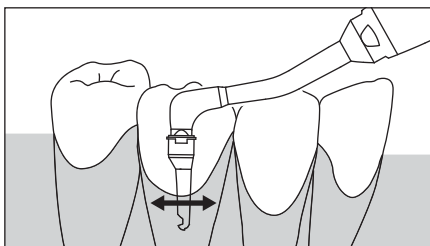

Fig. 6
3) Introduza a ponta de plástico na bolsa periodontal 3 mm ou mais. (Fig. 6)